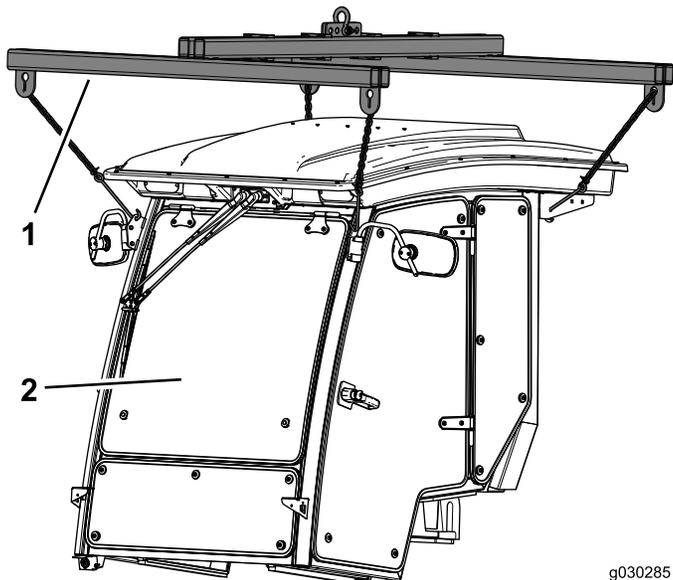

Figura 16
1. Utilice la grúa de cabina de Toro, o similar, para sujetar la cabina (Figura 16).